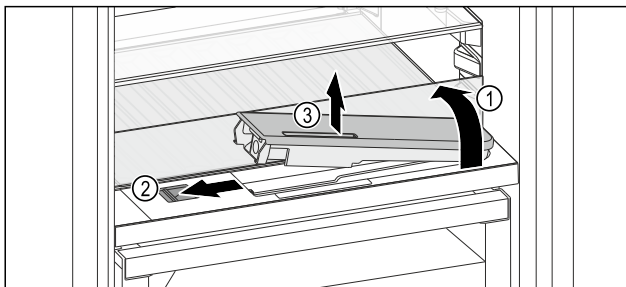

Fig. 124
- Glasplatte anheben und bis zum Anschlag nach hinten klappen Fig. 124 (1).
- Schieber Fig. 124 (2) nach links schieben.
- Wassertank entnehmen Fig. 124 (3).